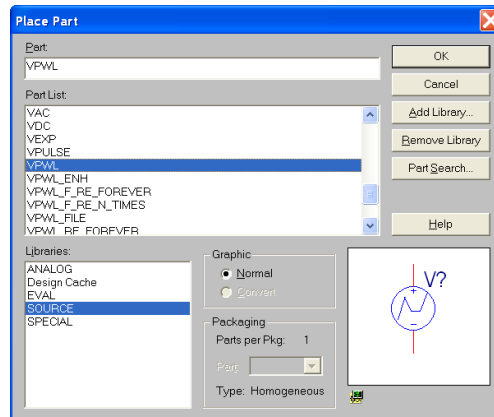

图 55. 加信号源 VPWL
1) 加信号源: Place→Part→SOURCE→VPWL, 可见到下面图 55.